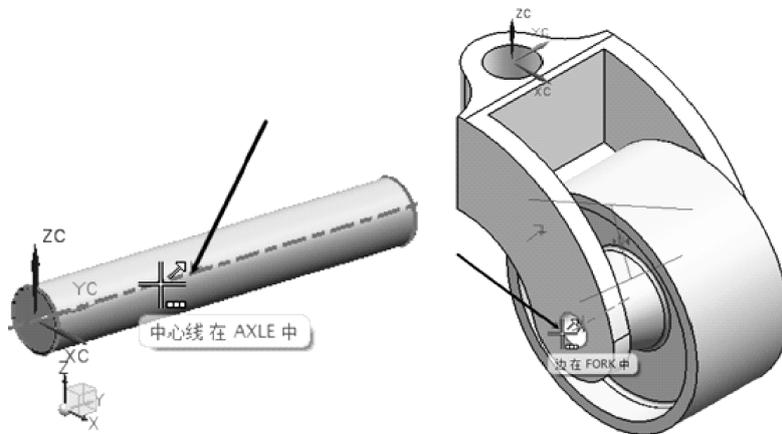

图 8.18 添加【自动判断中心/轴】约束
① 将“axle”引用集替换为【整个部件】。
② 在【装配】工具条上单击【添加组件】按钮, 系统打开【添加组件】对话框, 单击【打开】按钮, 选择“axle”, 单击【OK】按钮。在【位置】选项组中的【定位】下拉列表中选择【通过约束】选项。在【设置】选项组中的【引用集】下拉列表中选择【模型】选项, 从【图层】下拉列表中选择【工作】选项, 单击【应用】按钮, 打开【装配约束】对话框。
③ 在【类型】下拉列表中选择【接触对齐】选项, 在【要约束的几何体】选项组中的【方位】下拉列表中选择【自动判断中心/轴】选项, 在“fork”和“axle”上选择中心线, 如图 8.18 所示, 单击【应用】按钮。